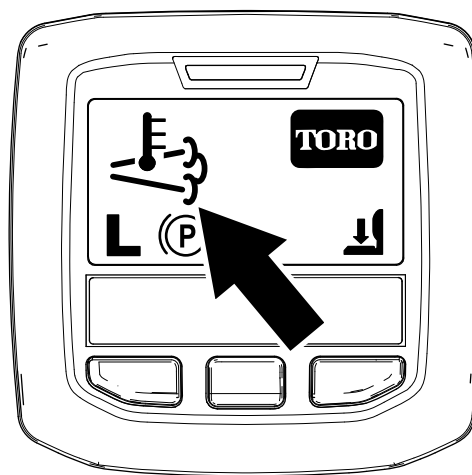

Рисунок 58
- Значок высокой температуры выхлопа отображается на экране инфо-центра (Рисунок 58).